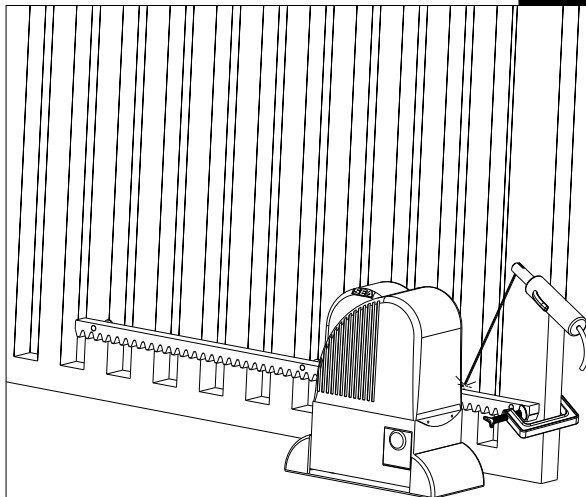

Afb. 8
6.2 Bevestig op elk element van de tandheugel de sluithaakjes die ter ondersteuning dienen met behulp van de bijbehorende borgschroeven. Plaats de haakjes in het bovenste gedeelte van de opening (Afb. 8).